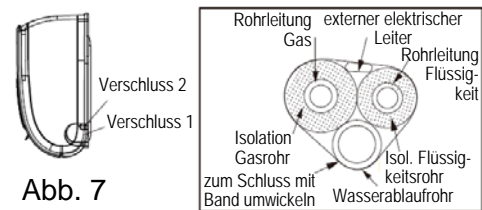

Abb. 7
- Werden Rohrleitung und Verkabelung von der linken oder rechten Seite des Innengerätes geführt, sind die Blindverschlüsse vom Gerätegehäuse zu beseitigen (siehe Abb. 7).